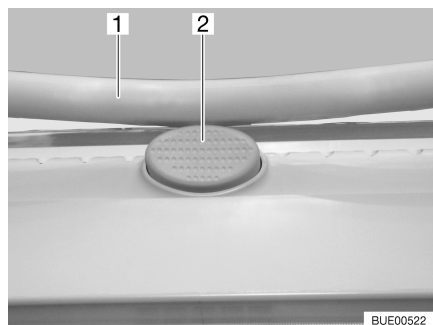

Fig. 20 Bouton de sûreté sur le lanterneau basculant
- Appuyer sur le bouton de sécurité (Fig. 20,2) et tirer l'étrier (Fig. 20,1) vers le bas avec les deux mains.
- Pousser l'étrier vers le haut avec les deux mains jusqu'à ce que ce dernier se trouve au-dessus du bouton de sûreté (Fig. 20,2).